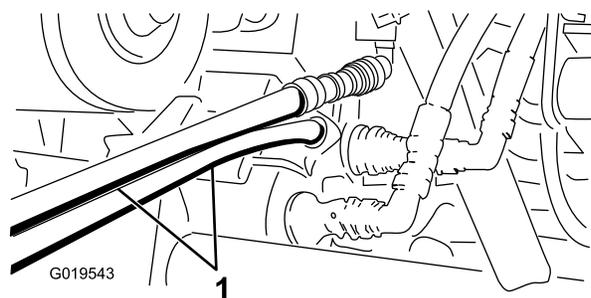

図 77
5. 救援側のワークマンのカップラブラケットのにまだついているカップラに、救援用ホースを接続する上のホースは上のカップラに、下のホースは下のカップラに接続する図77。